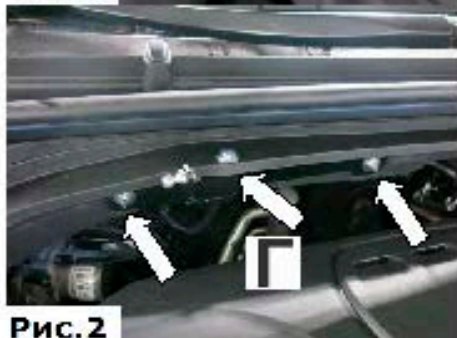

Рис.2
2. Надеть кронштейн на шпильки болтов А и Б, зафиксировать кронштейн гайками М6 с шайбами Б. Вставить болт М6х25 в отверстие болта В, снизу кронштейна подложить закладную гайку и вкрутить болт М6х25 в закладную гайку на несколько оборотов. Завести подложку между кронштейном и листом кузова Г, совместив паз с болтом М6х25. Затянуть болт М6х25 торцевой головкой №10 с усилием 9 Нм. Затянуть гайки М6 торцевой головкой №10 с усилием 9 Нм. (Рис.2).